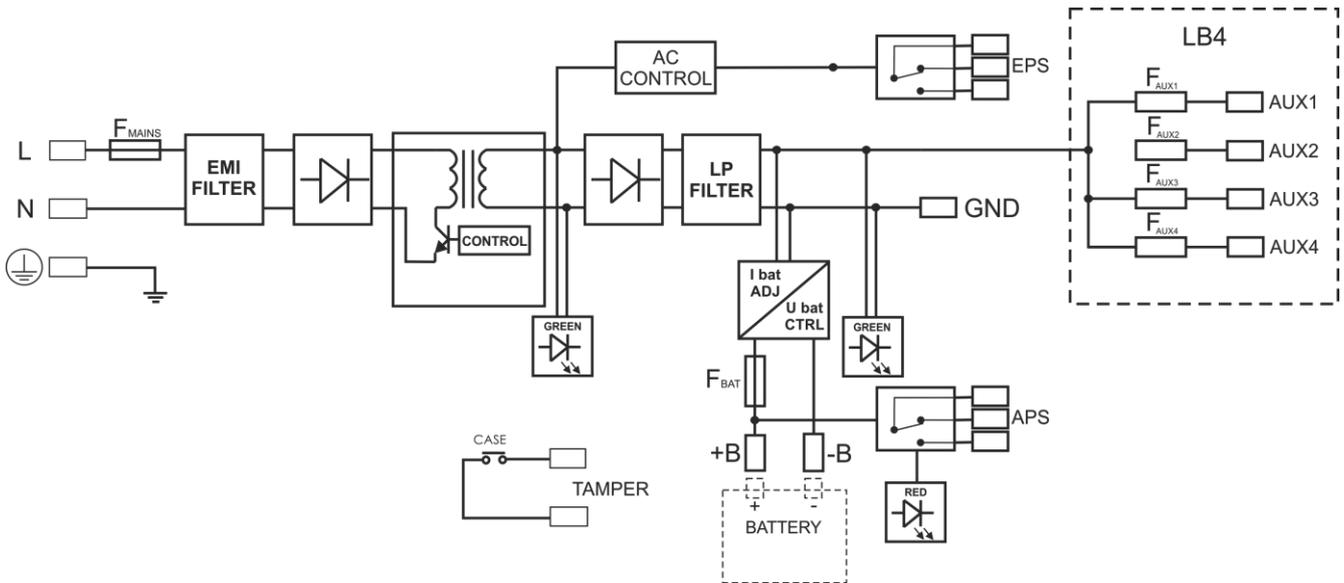

Fig. 1. Schéma fonctionnel du bloc d'alimentation.
1.2. Schéma fonctionnel (fig. 1).